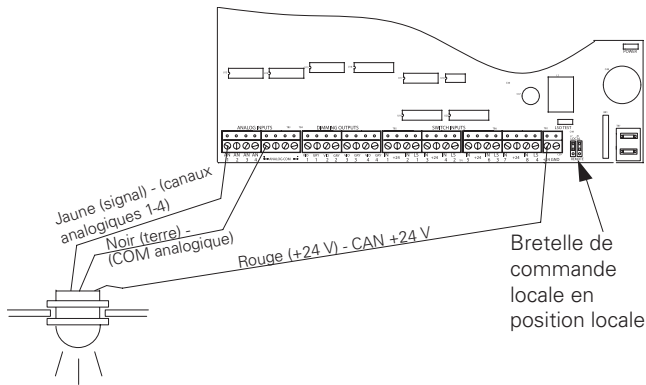

Figure 9: Câblage pour entrée analogique au ControlKeeper 4A
6. Assurez-vous que les bretelles de commande locales ont été placées en position locale (au-dessus des 2 broches supérieures) pour les deux bretelles (J7 et J8) afin d'envoyer une tension de 24 V c.c. aux canaux d'interrupteur basse tension (voir l'emplacement à la Figure 9).
7. Consultez la Figure 9 pour voir les détails des connexions d'un photodétecteur analogique Greengate au système ControlKeeper 4A.